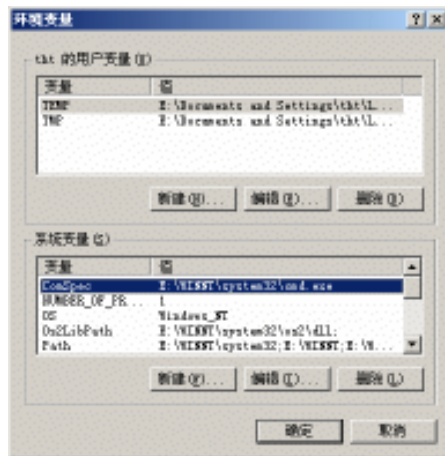

图1-2 【环境变量】对话框
2. 单击【高级】选项卡，弹出【环境变量】对话框，如图 1-2 所示。